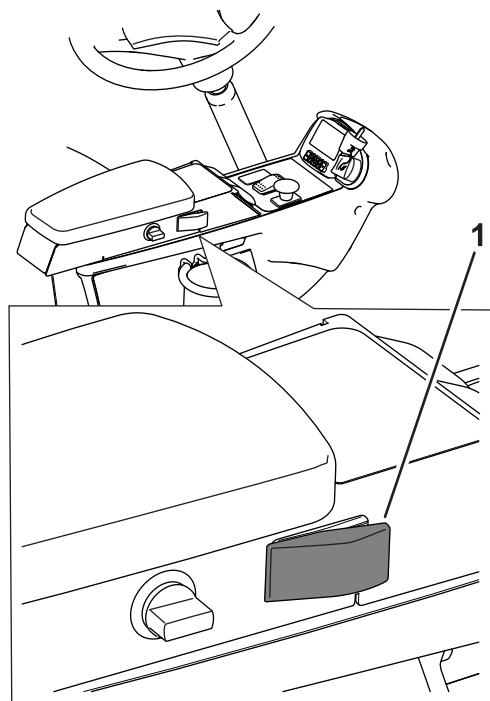
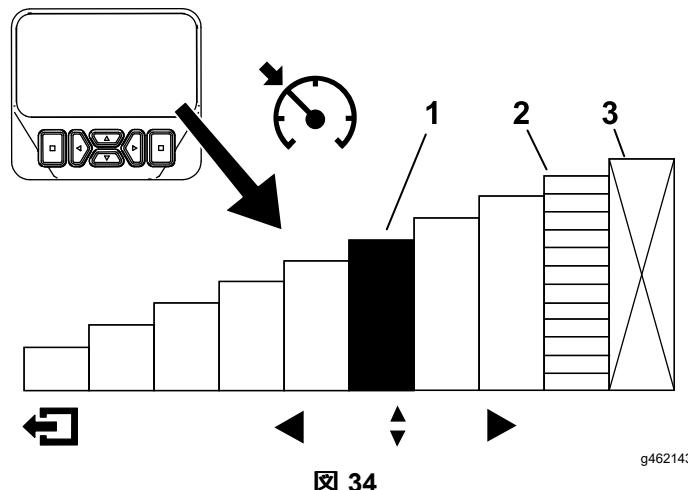

図33
図34
クルーズコントロールスイッチを有効化して速度を設定した後図33、インフォセンターでクルーズ速度の設定を行います図31と図34。
1. コンソールのクルーズコントロールスイッチを有効にする図33。
2. インフォセンターディスプレイを使って、クルーズコントロールの速度設定を調整する図34。